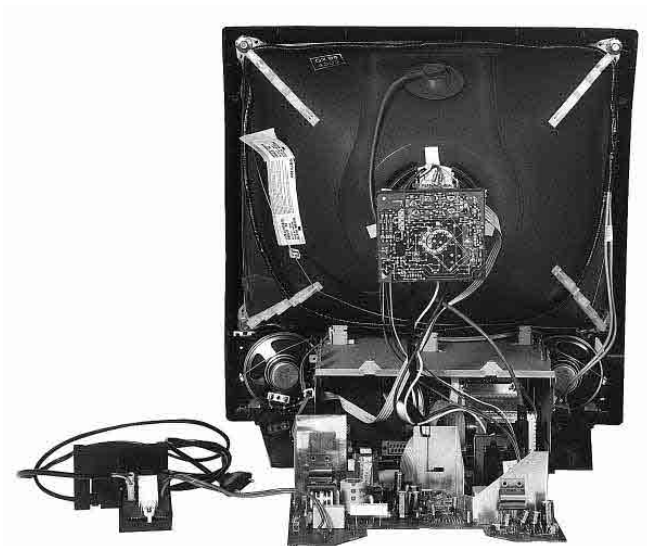

Fig. 5
- Poser le C.I. Alimentation derrière l'appareil comme indiqué sur la Fig. 5.
- Place the Power Chassis behind the set as shown in Fig. 5.